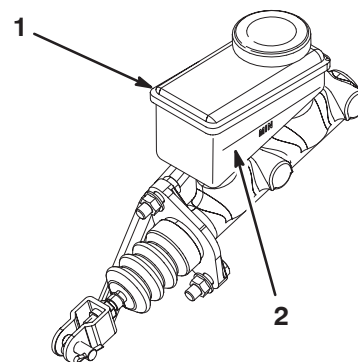

Bild 32
2. Sehen Sie sich die Seite des Behälters an. Der Stand sollte über der Minimummarkierung liegen (Bild 32). Wenn die Bremsflüssigkeit niedrig ist, reinigen Sie den Bereich um den Deckel, nehmen Sie den Deckel ab und füllen Sie den Behälter bis über die Minimummarkierung. **Füllen Sie nicht zu viel ein.**